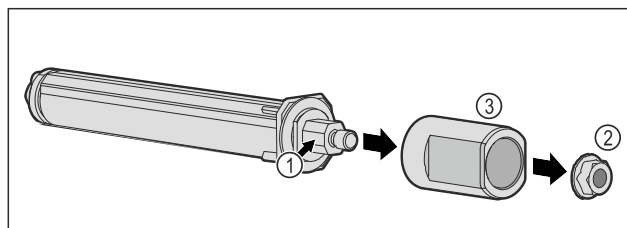

Fig. 54
► Nu dezasamblați sistemul de închidere al ușii Fig. 54 (1).
► Îndepărtați piulița Fig. 54 (2).
► Detașați manșonul Fig. 54 (3).